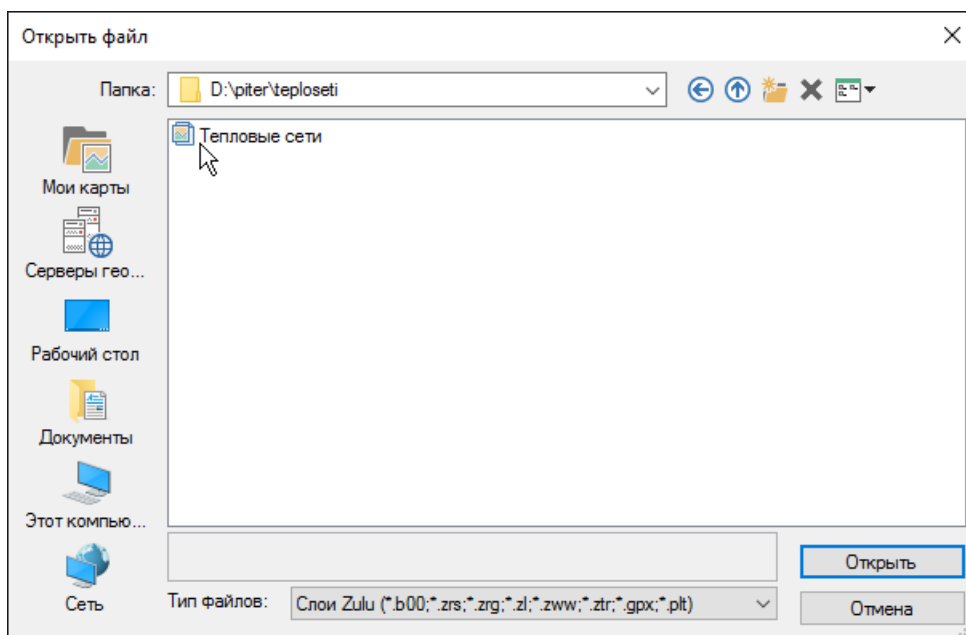

Рисунок 4.2. Выбор слоя
3. Войти в нужную папку, выделить слой тепловой сети и нажать кнопку Открыть (смотрите Рисунок 4.2, «Выбор слоя»);